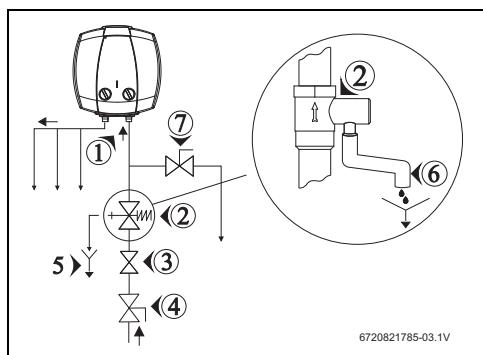

Рис. 9 Подключение воды
- Установите предохранительный клапан на подводе холодной воды к бойлеру (→ рис. 9 и 10).
Если давление воды превышает 80% от максимально допустимого давления бойлера (6,4 бар), то установите редукционный клапан (→ рис. 9). При повышении давления в бойлере более 6,4 бар срабатывает предохранительный клапан. Вода, вытекающая из клапана, должна отводиться.
- Закройте водопроводный кран (→ рис. 9).